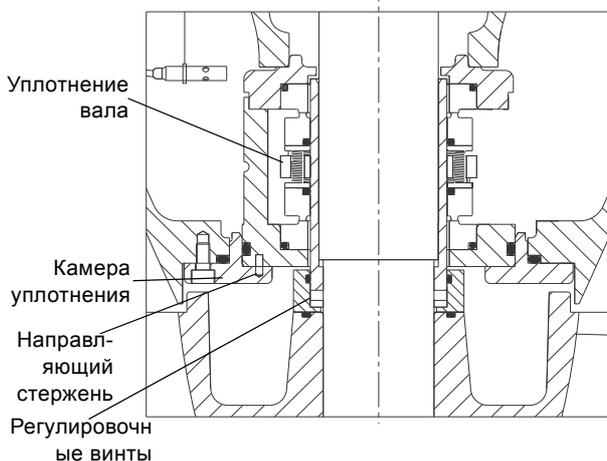

Рис. 12 Детали уплотнения вала, KPL 500-800.
4. Ослабить регулировочные винты на втулке уплотнения вала. См. рис. 12.